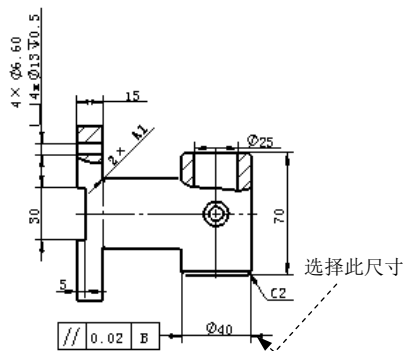

图 6.13.19 标注形位公差
Task10. 标注图 6.13.19 所示的形位公差
Step3. 放置形位公差。选取图 6.13.19 所示的尺寸, 在合适的位置单击, 以放置形位公差。